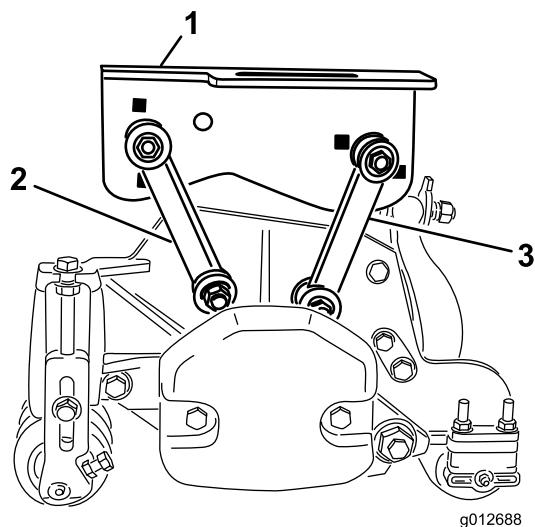

Bild 17
- Befestigen Sie die vorderen Befestigungslenker mit einer Schraube ((3/8 x 2-1/4 Zoll), zwei Flachscheiben und einer Sicherungsmutter am mittleren Trägerrahmen (siehe Bild 17). Bringen Sie an jeder Seite der Verbindung bei der Montage eine Scheibe an. Ziehen Sie die Schrauben auf 42 Nm an.
- Befestigen Sie die hinteren Befestigungslenker mit einer Schraube ((3/8 x 2-1/4 Zoll), zwei Flachscheiben und einer Sicherungsmutter in den Löchern am mittleren Trägerrahmen (siehe Bild 17). Bringen Sie an jeder Seite der Verbindung bei der Montage eine Scheibe an. Ziehen Sie die Schrauben auf 42 Nm an.